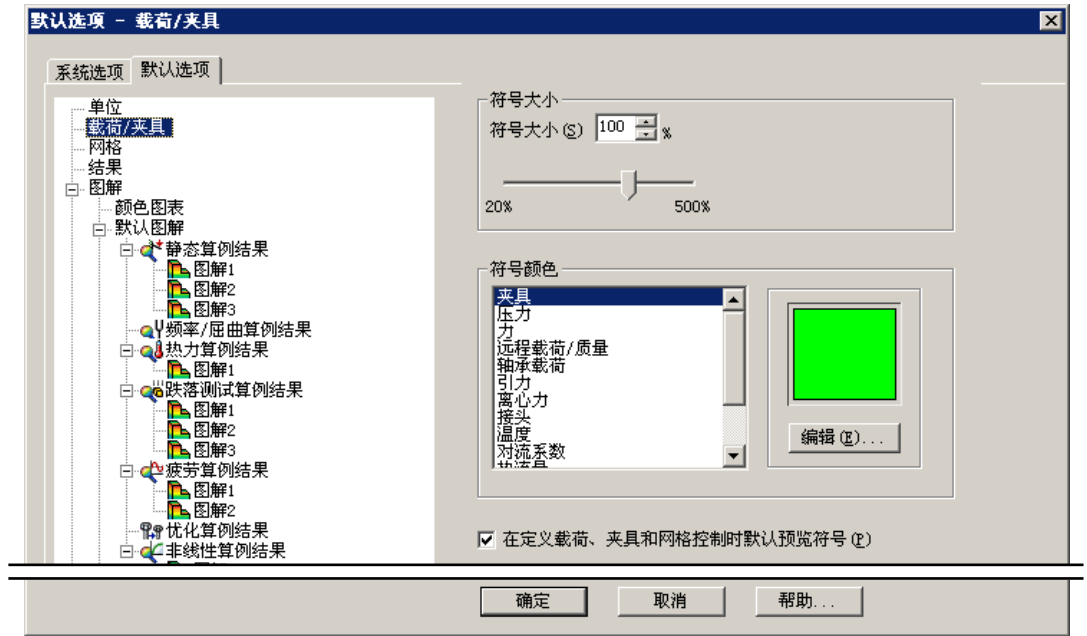

图 12.2.7 “默认选项-载荷/夹具”对话框
Step5. 在 **默认选项** 选项卡左侧列表中选择 **载荷/夹具** 选项，“默认选项-载荷/夹具”对话框如图 12.2.7 所示。可以设置载荷以及夹具符号大小和符号显示颜色。